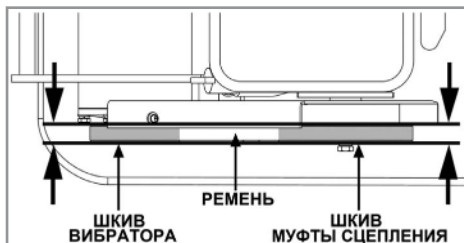

Рис. 24 Проверка натяжения ремня привода вибратора
5. Сдвигая двигатель в сторону от вибратора, проверяйте натяжение ремня. При этом нужно контролировать, чтобы ремень и шкивы вала вибратора и муфты сцепления были на одной оси (Рис. 24).